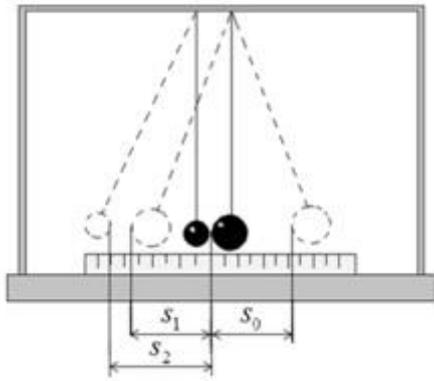

рис. 2
1. Перенесите рисунок 2 в отчет по работе.